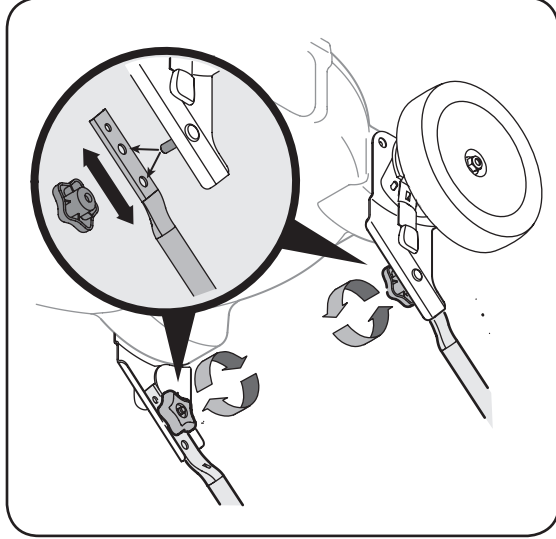

Figure 3-3
3. Si la hauteur du guidon convient, serrez les boutons sur les extrémités du guidon inférieur, comme à la Figure 3-3. Il est possible d'ajuster la hauteur du guidon de la façon suivante :
a. Enlevez les boutons représentés à la Figure 3-3 et démontez le guidon inférieur.
b. Placez chaque taquet de support du guidon dans le trou supérieur du guidon inférieur. Voir l'encadré de la Figure 3-3.